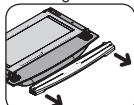

fig. 2
2. Pressione as travas laterais (fig.1) e puxe o arremate da porta para frente (fig. 2), para liberar o vidro interno.